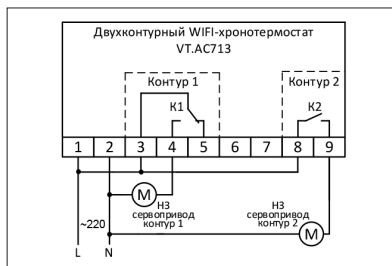

Рис. 2
**6.2.2.** Для подключения нормально-закрытых сервоприводов с питанием ~220 В устанавливается перемычка между клеммами 1, 3 и 8 для подачи фазного провода на общие контакты управляющих реле. Сервопривод контура 1 подключается к 2 и 4 клеммам, контура 2 – к 2 и 9 клеммам (рис. 2).